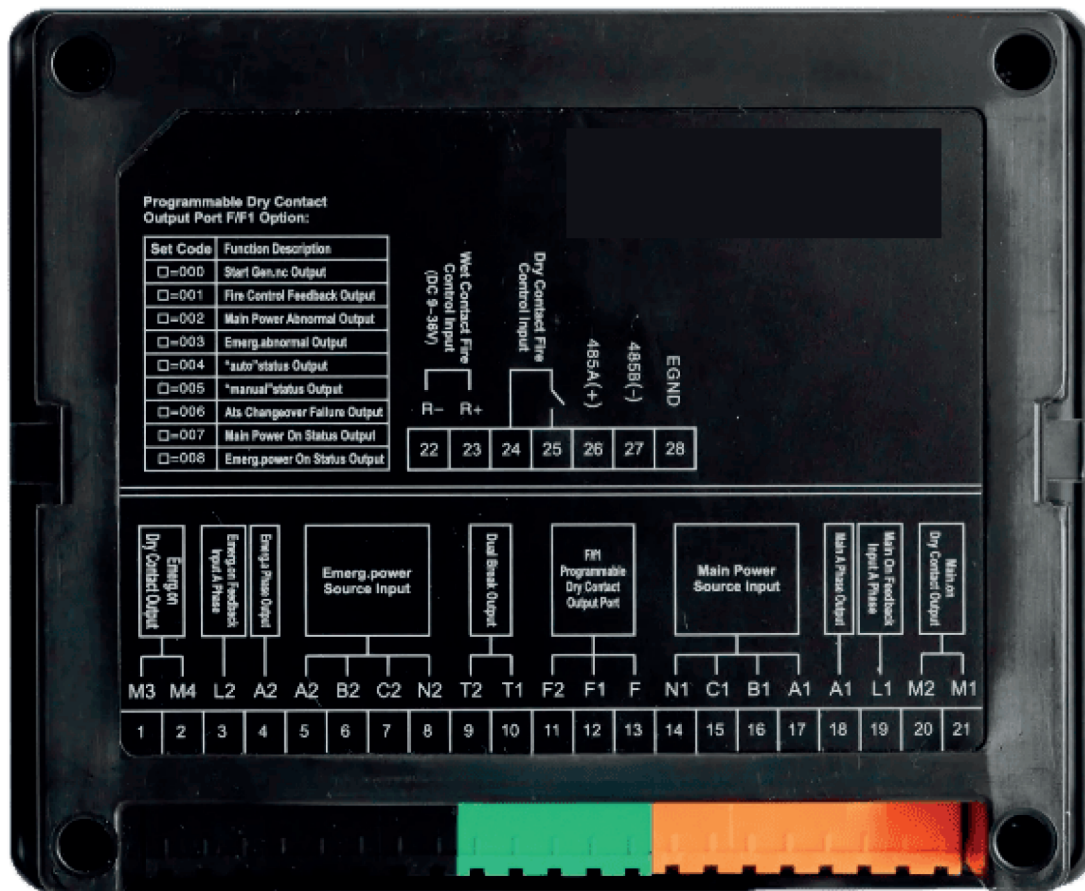

Рис. 5.5 – Призначення клем контролера
5.8 Призначення клем підключення контролера (рис. 5.5).